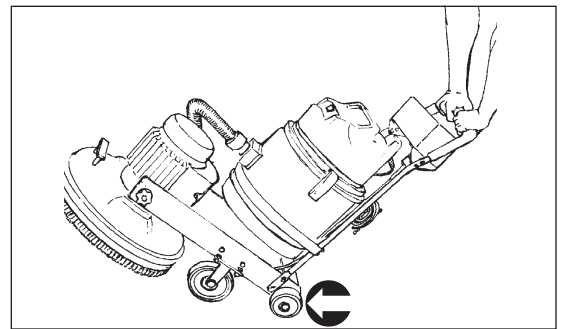

Figura 14
c.) Saque el pie de la tira de asistencia para la inclinación y siga empujando hacia abajo sobre la manija hasta que la máquina se apoye en posición vertical sobre la manija y ruedas de inclinación. (Vea la Figura 14)